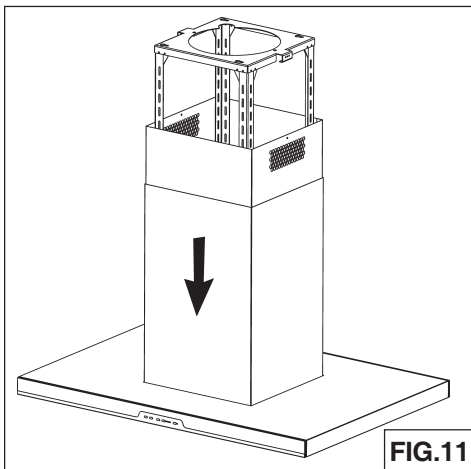

FIG.11
1. Introducir el **conducto superior e inferior** a la parte superior del armazón de soporte (Fig.11).